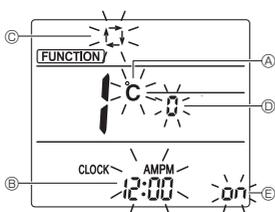

Fig. 3-2
- Нажмите кнопку ④, чтобы изменить числовое значение функции.
3. Убедитесь, что отображается числовое значение функции "1", затем нажмите кнопку ③.
- Отобразится экран настройки индикации. (Fig. 3-2)
2) Изменение единицы температуры А (Fig. 3-2)
3) Изменение отображения времени В (Fig. 3-2)
4) Изменение АВТОМАТИЧЕСКОГО режима С (Fig. 3-2)
5) Изменение номера пары Д (Fig. 3-2)
- При каждом нажатии кнопки ④ происходит смена номеров пары 0-3.
6) Изменение настройки подсветки Е (Fig. 3-2)